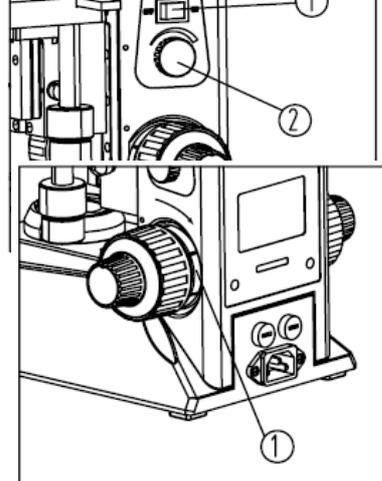

Figura 12
Si el mando de enfoque está demasiado apretado o resulta incómodo en el momento de su accionamiento, utilice el mecanismo (1) para ajustar la tensión (Figura 12).